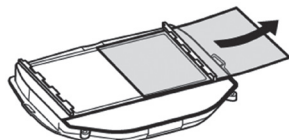
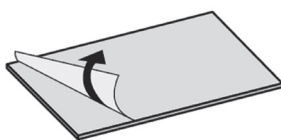

図12a
図12b
2. 使用済みの内側保護プレートを取り外します（図12a）。少し持ち上げるようにしてプレートをスライドさせて取り外します。続いて、新しい内側保護プレートを取り付けます。保護フィルムを剥がしてから装着してください（図12b、c）。